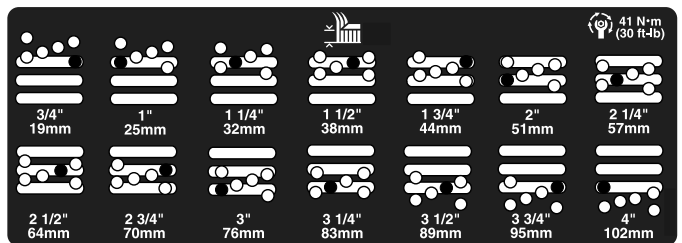

Figura 19
5. Mueva la cámara a la altura deseada e instale un espaciador en el orificio y la ranura de altura de corte deseados (Figura 19)